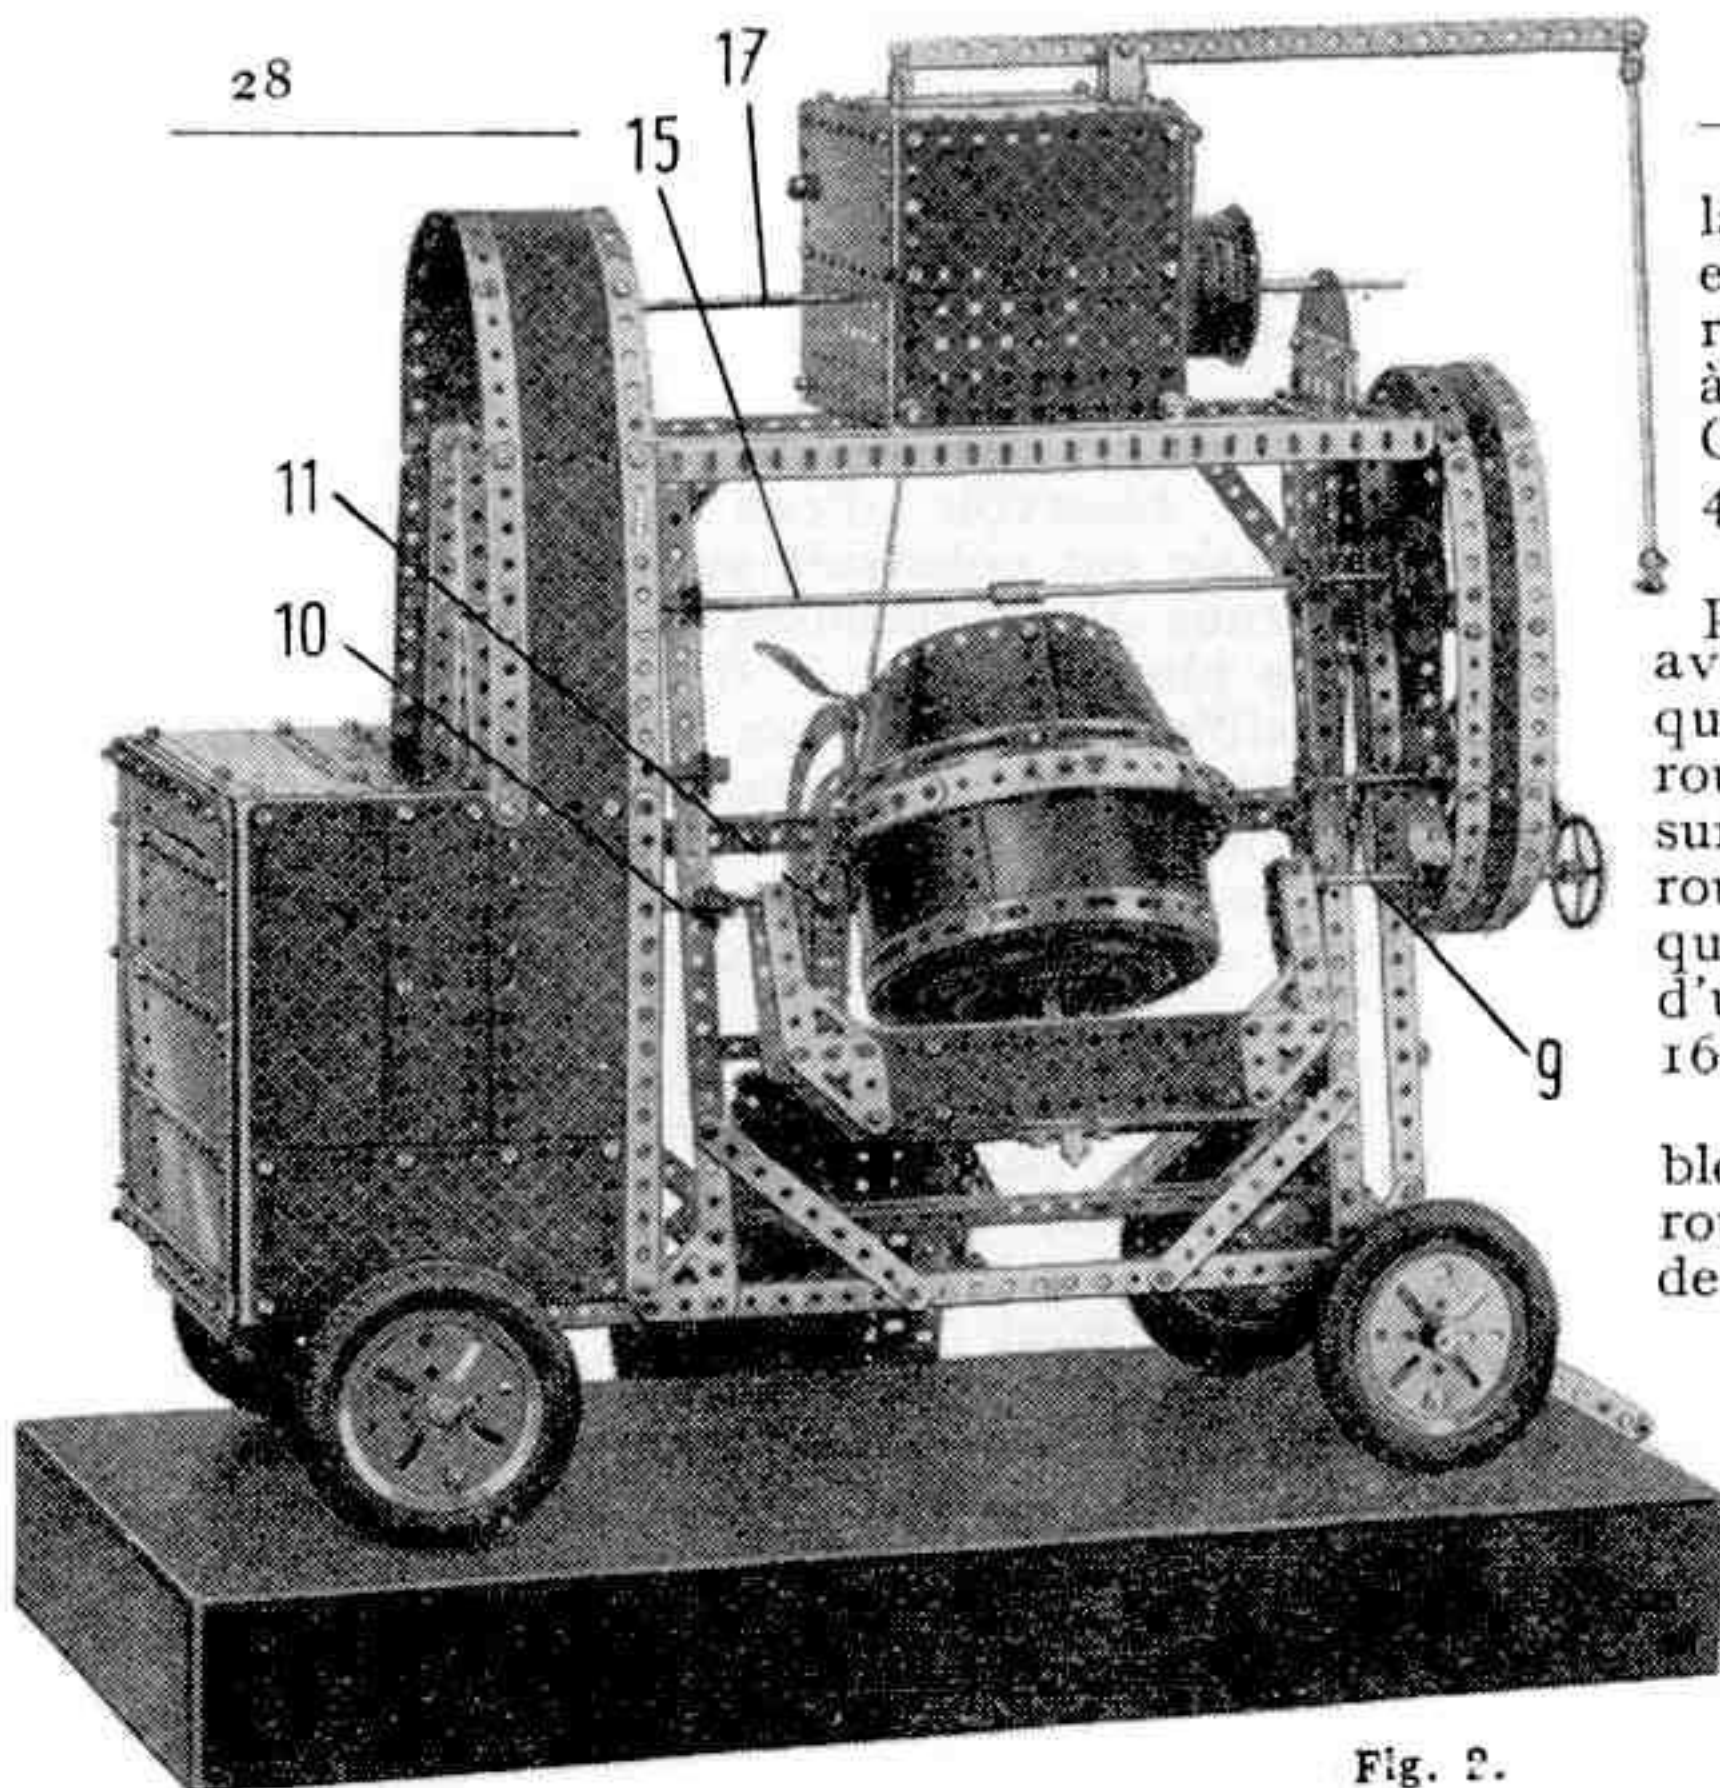
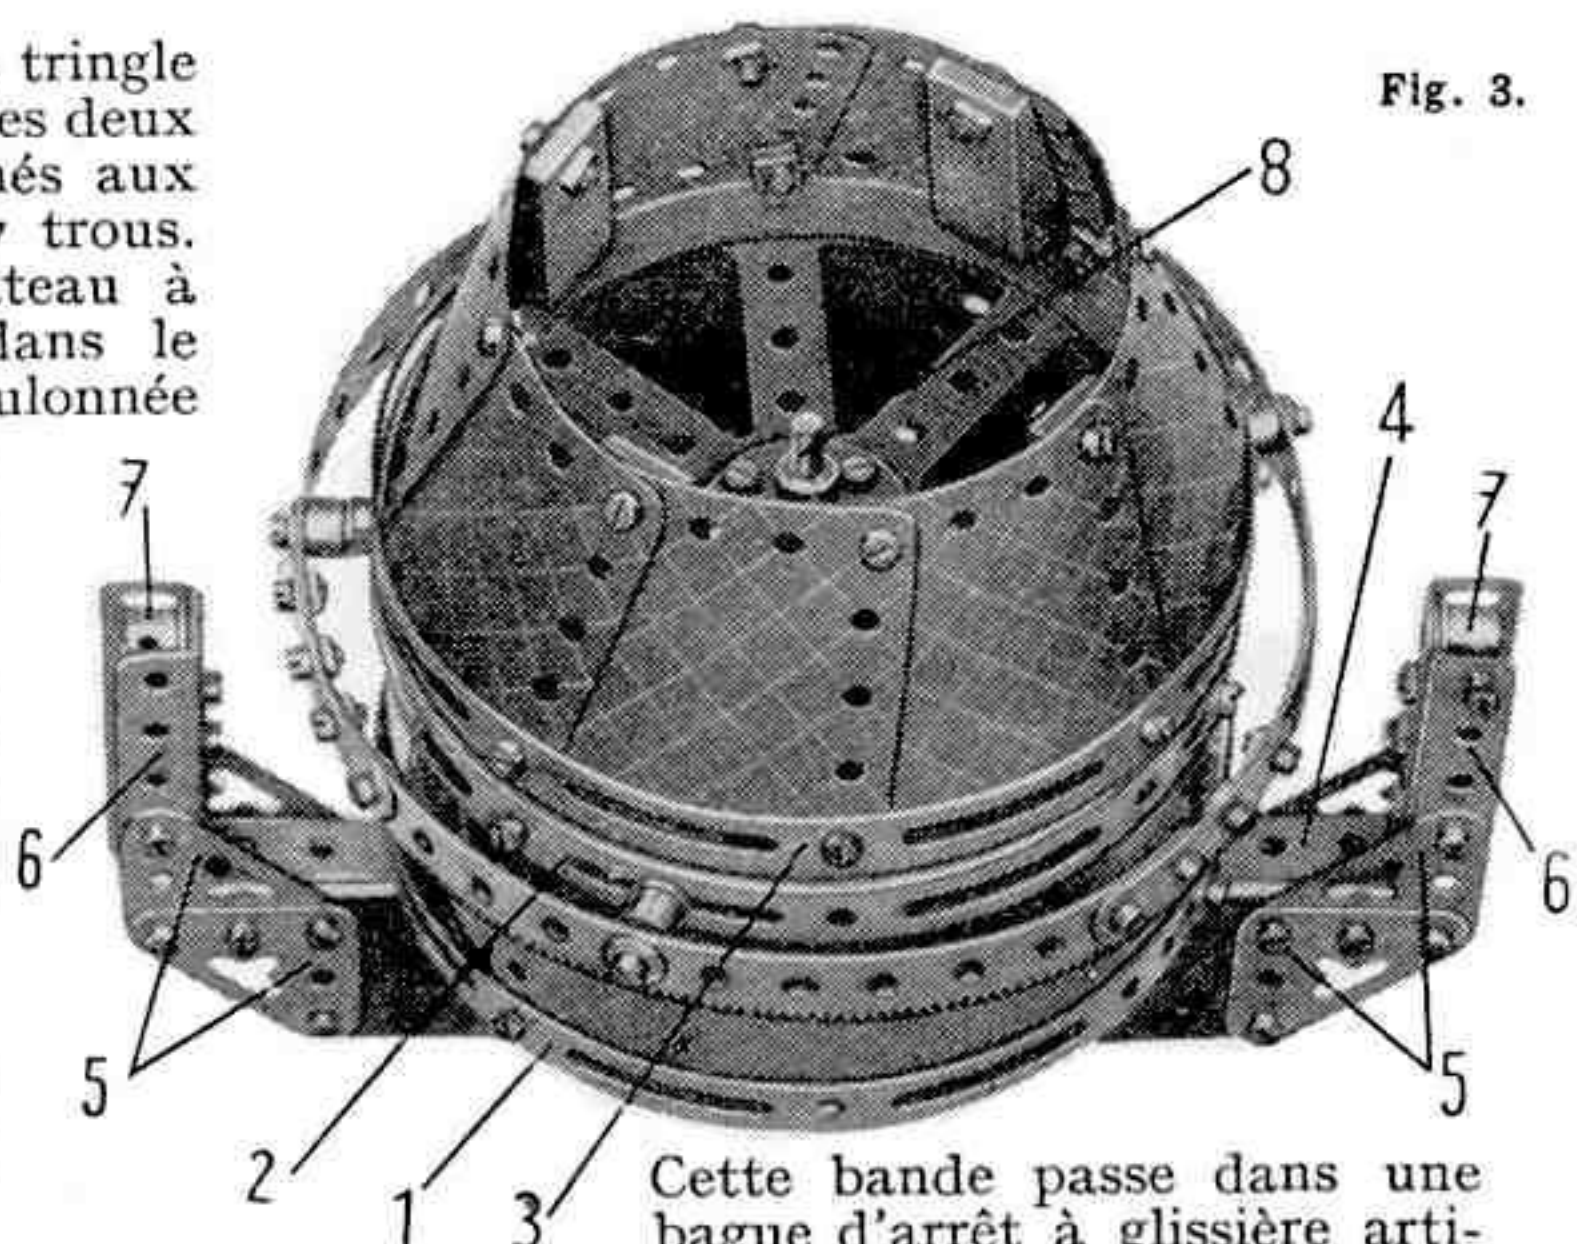

Fig. 2.
Fig. 3.
La cuve mélangeuse (fig. 3) est formée de deux parties : le premier élément, cylindrique, est constitué par quatre plaques flexibles de  $14 \times 6$  cm boulonnées bout à bout et fixées à l'intérieur des rebords de deux flasques circulaires (1) et (2). Le flasque circulaire (1) est doublé par un plateau à rebord de roulement à billes (visible sur la figure 2). Le flasque circulaire (2) est muni en son centre d'une roue barillet. Le second élément, tronconique, est formé de 8 plaques flexibles  $6 \times 6$  cm boulonnées à l'intérieur du rebord d'une longrine circulaire. Les bases de ces plaques se recouvrent sur un trou ; leurs bords supérieurs sur deux trous. Dans la mesure du possible, ces plaques seront lestées à l'aide de quelques morceaux de plomb boulonnés contre leur face interne, de façon à équilibrer la cuve.
Le support de la cuve est formé de deux cornières de 15 trous (4) réunies par leurs trous ronds et munies au centre d'un bras de manivelle double. Quatre cornières de 7 trous, se recouvrant deux à deux sur un trou et portant elles aussi un bras de manivelle double, sont réunies aux cornières (4) par huit grands goussets d'assemblage (5) disposés comme le montre la figure 3. L'intervalle compris entre les cornières (4) et celles de 7 trous est recouvert de chaque côté par une plaque flexible de  $14 \times 4$  et une de  $6 \times 4$  cm qui se chevauchent sur 3 trous.